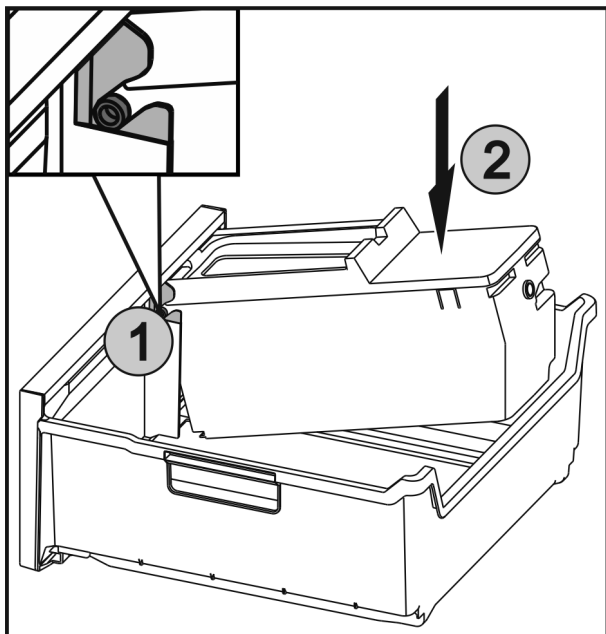

Fig. 63
- ▶ Inserire gli assi Fig. 63 (1) di EasyTwist-Ice nelle guide e premere la parte posteriore Fig. 63 (2) finché la linguetta non si innesta.